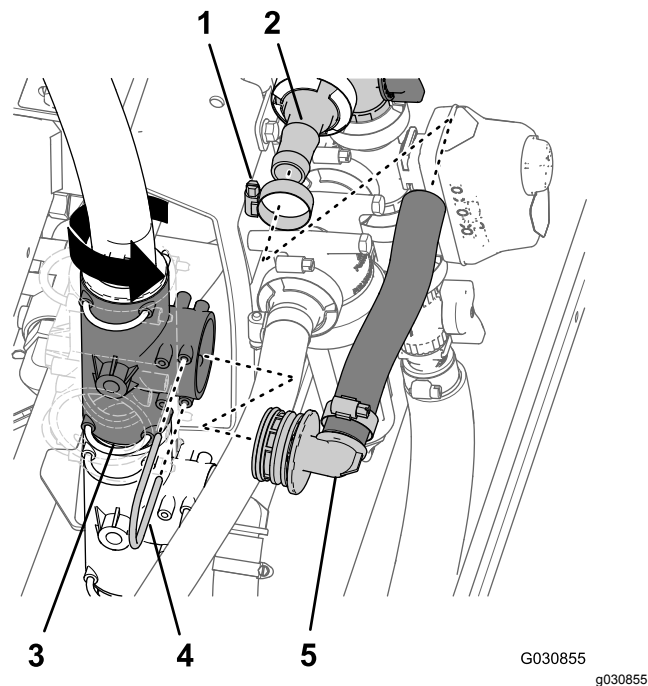

図 105
4. 図 105のように、マニホルドブラケットの左ある上側の字フィッティングを左に90°回転させる。
5. 攪拌バイパスホース1 x 25cmを、攪拌バイパスバルブのバープ付きストレートフィッティングに取り付ける 図 105。
6. バープ付き90°フィッティングに接続した給液ホース1 x 25cmの先端部のハブを、マニホルドブラケットの左の上側のT字フィッティング 図 105に取り付けるステップ 4 攪拌バルブ、ボールバルブ、ホースを取り外す (ページ 32) で取り外したリテーナを使用する。